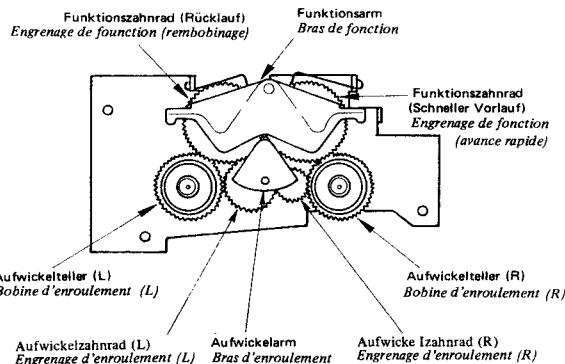

Abb. 67      Fig. 67
- 1) Die Getriebeeinheit in das Chassis einbauen, wobei jedoch die Stopp-Funktion eingestellt sein muß (siehe auch Abb. 67).
- 1) Remonter l'ensemble d'engrenage sur le châssis de platine en engageant le mode d'arrêt. (Voir la Fig. 67.)